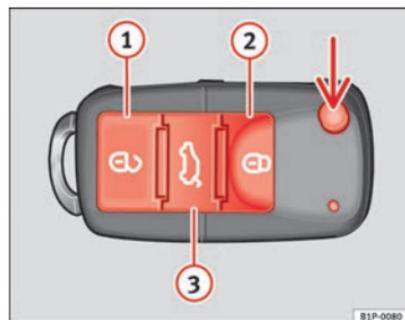

Fig. 64 Botões da chave com comando à distância
Com a tecla ⇒ Fig. 64 (seta) do comando, destranca-se o palhetão da chave.
Destrancagem do veículo ⇒ Fig. 64 ①.
Trancagem do veículo ⇒ Fig. 64 ②.
Destrancagem da porta do porta-bagagens. Pressione o botão ⇒ Fig. 64 ③ até que todas as luzes indicadoras de mudança de direção do veículo pisquem durante breves segundos. Ao premir o botão de destrancagem ③, dispõe de 2 minutos para abrir o porta-bagagens. Uma vez decorrido este tempo, será novamente trancado.
Além disso, o indicador luminoso da pilha da chave ⇒ Fig. 64, começa a piscar.
Premindo uma vez a tecla  ⇒ Fig. 64 , apenas se abrirá a porta do condutor, permanecendo as restantes fechadas.
Premindo duas vezes o botão  ⇒ Fig. 64 , todas as portas serão destrancadas.
- Premir a tecla  ⇒ Fig. 64 do comando à distância.